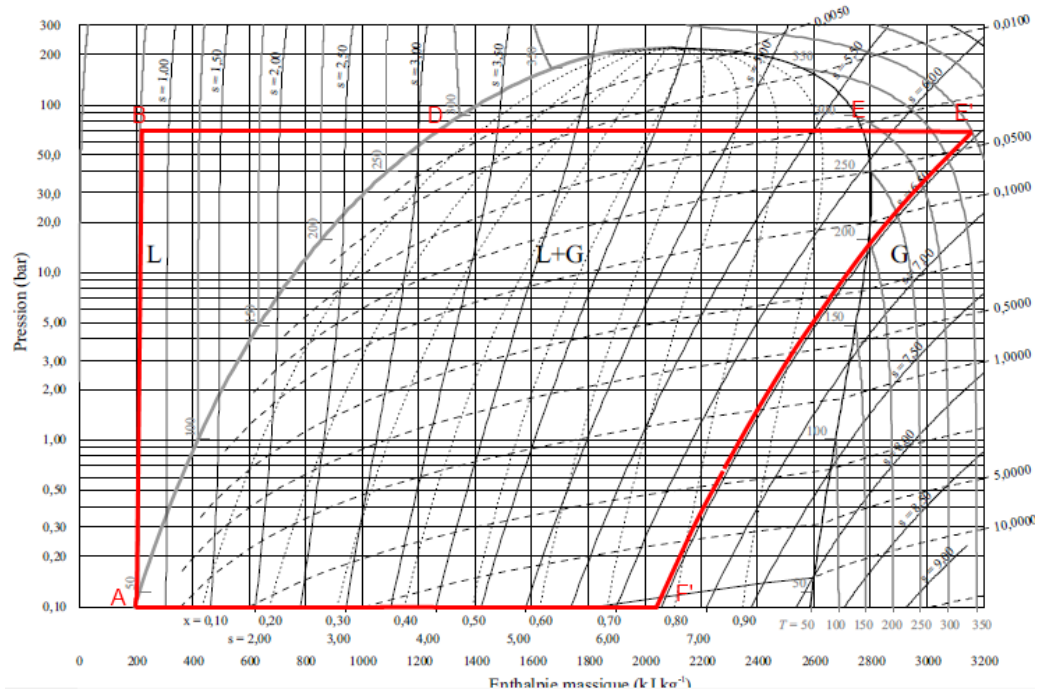

FIGURE 9 – cycle de Rankine surchauffé dans le diagramme enthalpique (P, h)
1) L'allure du cycle de Rankine surchauffé dans le diagramme enthalpique (P, h) est représenté sur la figure 9.